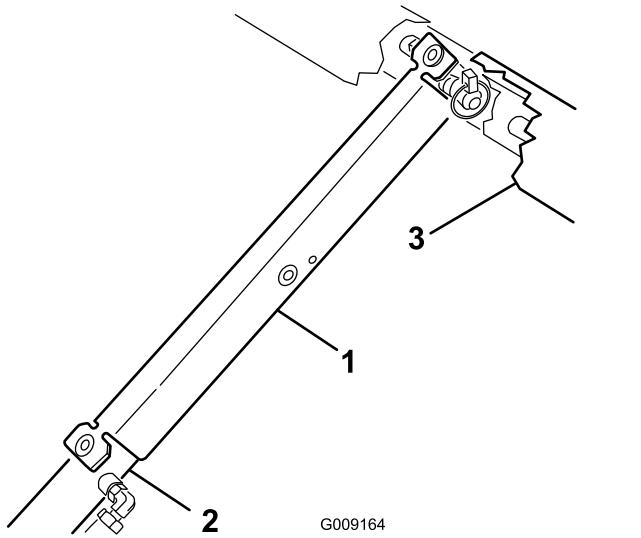

图 101
- 将货斗支架推入油缸杆确保支架端凸耳靠在油缸筒端部和提升油缸杆头上图 101。